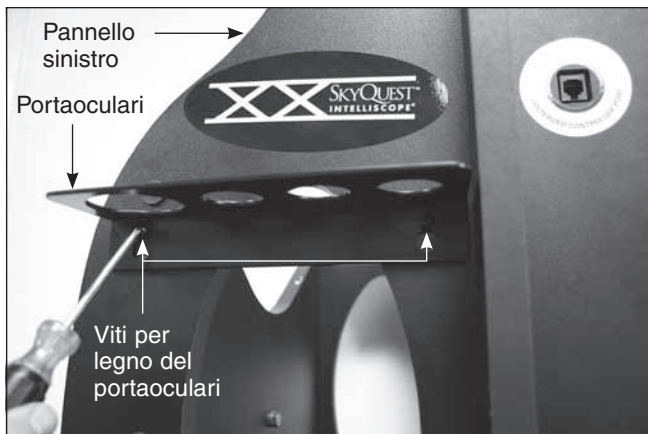

Figura 15. Usando le due viti per legno apposite, installare il portaoculare nei fori pilota appena sopra il buco ovale nel pannello sinistro.
27. Il portaoculare in alluminio, che può contenere tre oculari da 32 mm e un oculare da 51 mm, può essere posizionato in un punto comodo sulla base, a portata di mano durante le osservazioni. Appena sopra il buco ovale nel pannello laterale sinistro ci sono due fori pilota predisposti a circa 15 cm di distanza. Avvitare le viti del portaoculare nei buchi preforati con un cacciavite a croce, quindi appoggiare il portaoculare facendo passare le viti attraverso le asole a goccia e continuare a stringerle (Figura 15). Se si desidera poter rimuovere il portaoculare, accertarsi che le viti siano abbastanza lasche da permettere di sollevare il portaoculare e rimuoverlo attraverso la parte più larga delle asole a goccia. Se invece si desidera lasciare il portaoculare sempre fissato, serrare completamente le viti.